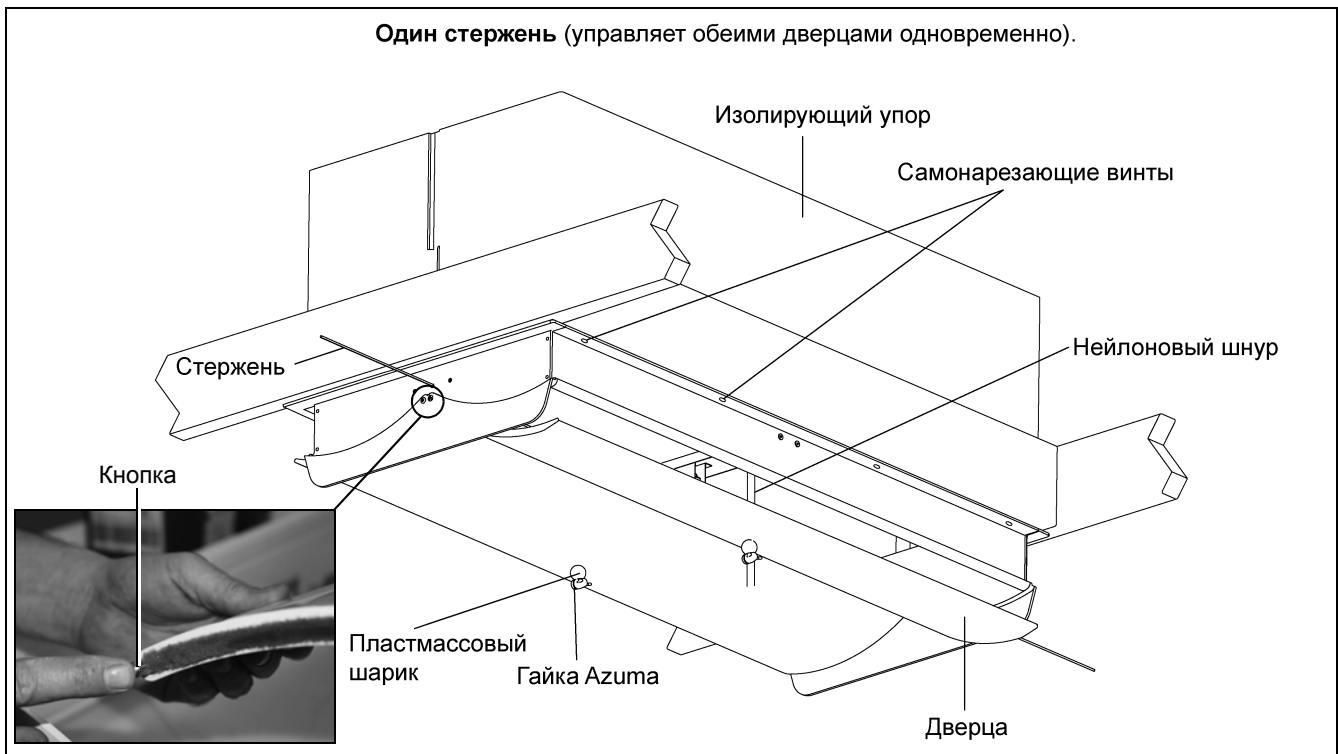
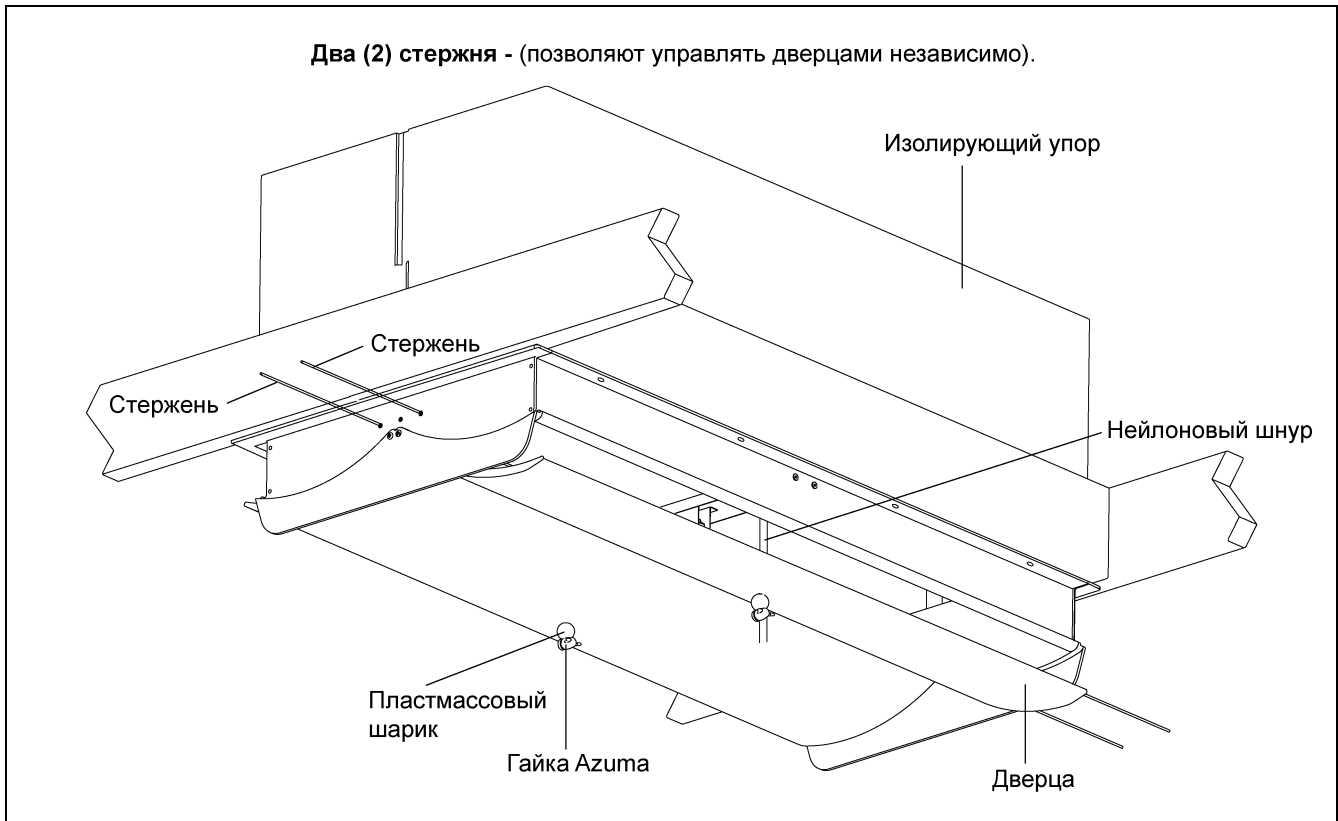

Рисунок 3 Один управляющий стержень
Рисунок 4 Два (2) управляющих стержня
3. Прикрепите ввод к проему в раме четырьмя (4) самонарезающими винтами, вворачивая их на равном расстоянии с каждой стороны. Прикрепите дверцы к раме, нажав кнопки на дверцах и вставив дверцы до щелчка в отверстие рамы, как показано *на рис. 3 на стр. 2*.
4. Пропустите стержень размером 1/8" из нержавеющей стали через ввод. Для одновременного управления дверцами используйте один стержень, как показано *на рис. 3 на стр. 2*. С помощью двух (2) стержней можно управлять дверцами независимо, как показано *на рис. 4 на стр. 2*.
*См. рис. 4 на стр. 2*.
*См. рис. 3 и рис. 4 на стр. 2*.